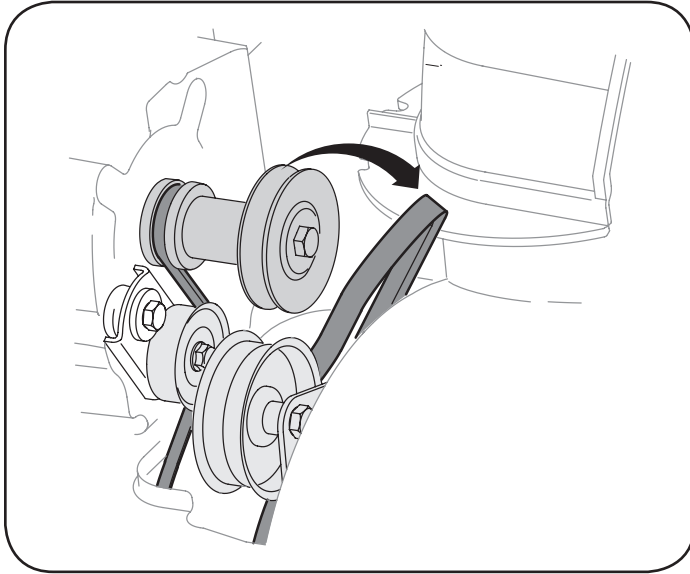

Figura 30
3. Saque la correa de la barrena de la polea del motor. Vea la Figura 30.